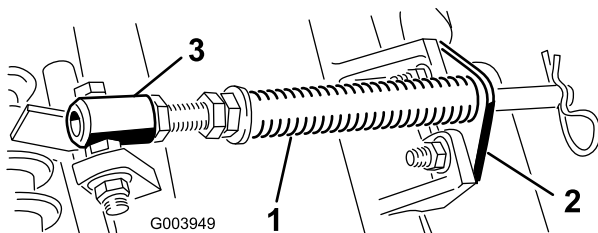

Bild 5
- A. Nehmen Sie die zwei Schlossschrauben und Muttern ab, mit denen die Stangenhalterung an den Laschen des Mähwerks befestigt ist (Bild 5).
- B. Nehmen Sie die Bundmutter ab, mit denen die Kopfschraube des Federrohrs an der Trägerrahmenlasche befestigt ist (Bild 5). Nehmen Sie das Bauteil ab.